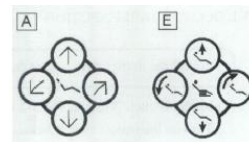

Рис. 3-7
(5) Переключатели ручного управления креслом (Рис. 3-7) **A E**